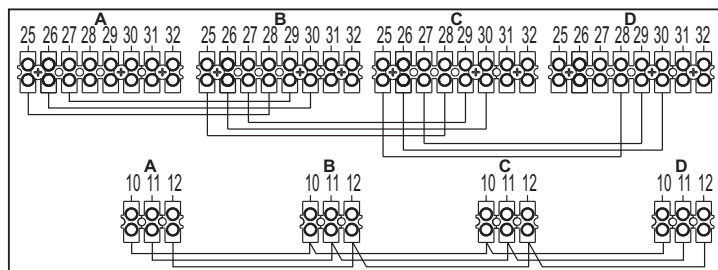

fig. 23 - Montage en cascade
1. Relier les modules comme le montre la fig. 23 (exemple avec 4 modules)
Si cela ne se produit pas, couper l'alimentation électrique et contrôler le câblage fig. 23.